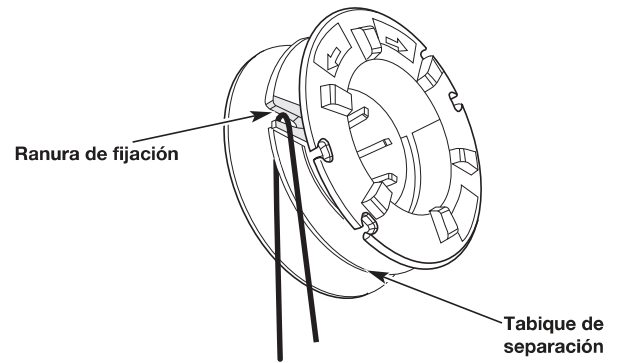

Fig. 15
4. Doble la cuerda por la mitad y pase el doblez por la ranura de sujeción del carrete (Fig. 15).